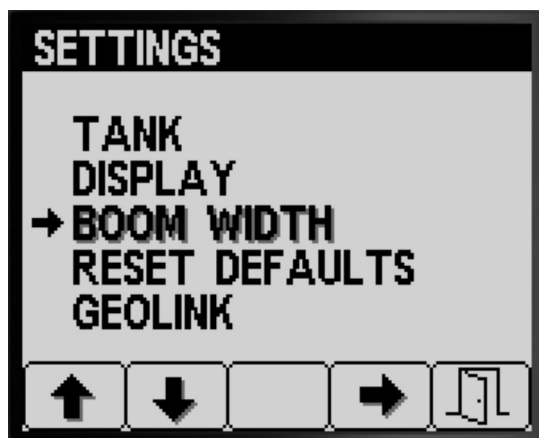

Figura 32
1. Prima o botão 2 no ecrã Definições até encontrar a opção LARGURA DA RAMPA (Figura 32).
2. Prima o botão 4 para selecionar a entrada LARGURA DA RAMPA (Figura 32).